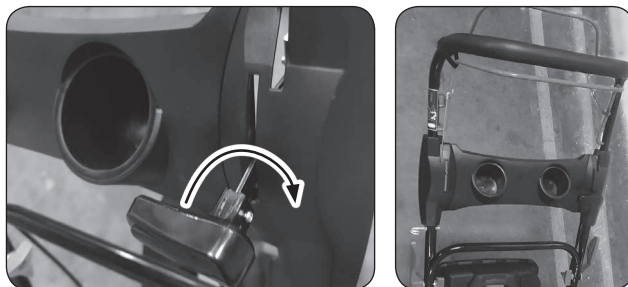

Рис. 15
- Оденьте пластиковую ручку на рычаг регулировки скорости хода, зафиксируйте её винтом (Рис.15).